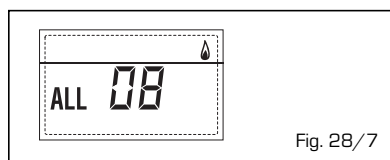

Fig. 28/7
**- ANOMALIA CIRCOLAZIONE ACQUA "ALL 09" (fig. 28/8)**